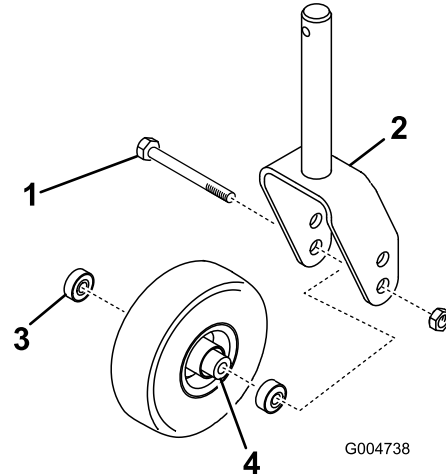
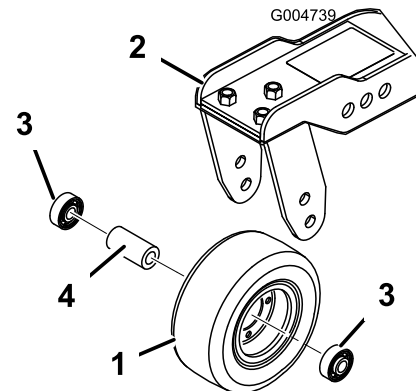

Figura 107
Figura 108
1. Retire la contratuerca del perno que sujeta el ensamble de la rueda giratoria entre la horquilla (Figura 107) o el brazo de pivote (Figura 108). Sujete la rueda giratoria y retire el perno de la horquilla o del brazo de pivote.
2. Retire el cojinete de la rueda y deje que se caiga el suplemento del cojinete (Figura 107 y Figura 108). Retire el cojinete del otro lado de la rueda.